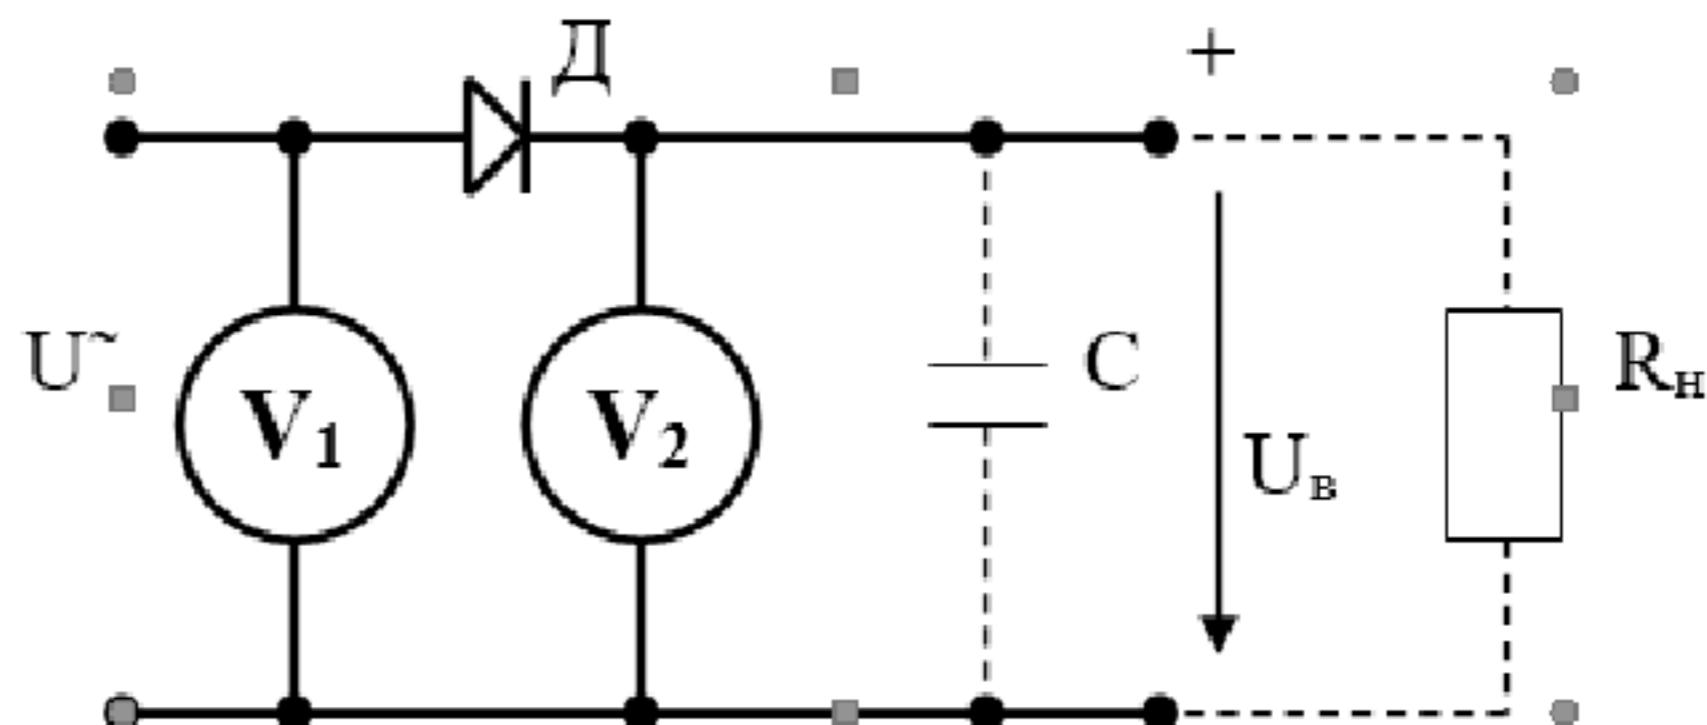
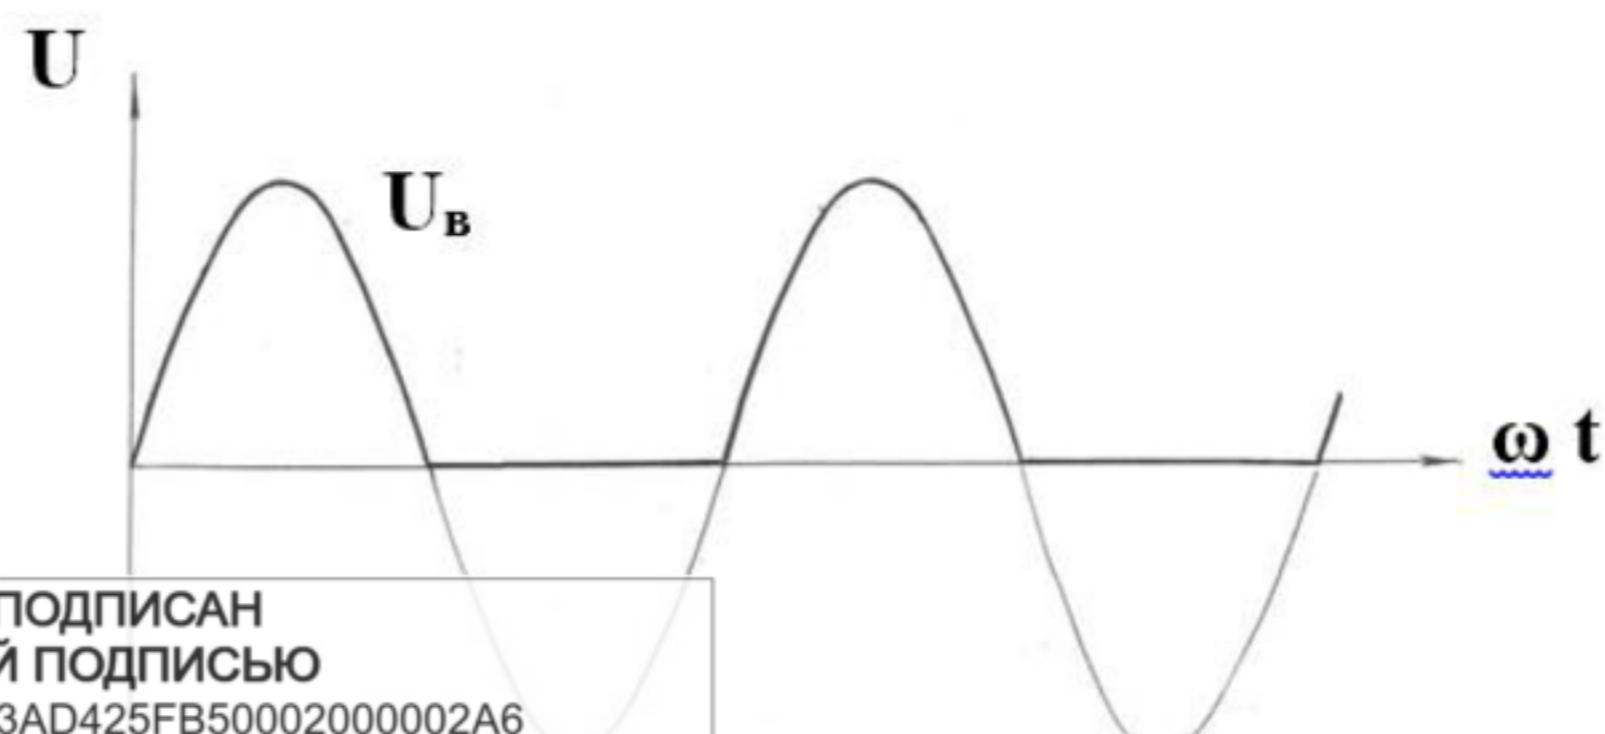

Рисунок 4.1
Рисунок 4.2
Наиболее простой является схема однофазного однополупериодного выпрямления (рис. 4.1), используемая для потребителей малой мощности, допускающих значительный уровень пульсаций выпрямленного напряжения. Форма кривой выпрямленного таким выпрямителем напряжения (жирная линия) представлена на рис. 4.2. Для сглаживания пульсаций напряжения параллельно нагрузке обычно включают электролитический конденсатор большой ёмкости.
2. Собрать схему рис. 4.1. Подать напряжение от источника переменного напряжения 7В. Измерить величину переменного и выпрямленного напряжений, вычислить величину падения напряжения на диоде. Результаты измерений и вычислений занести в таблицу 4.1.